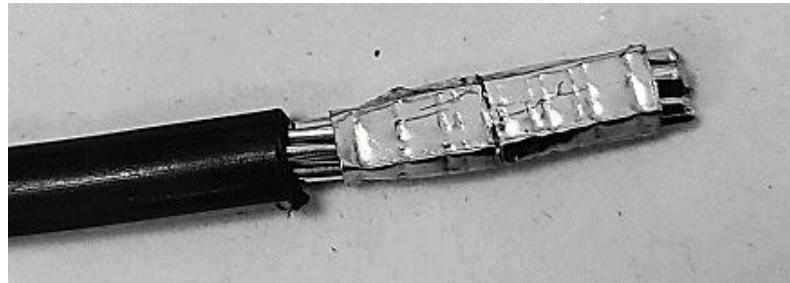

Рисунок 19 - Пример обжатия многожильного провода
4.3.5 Зачищенный конец многожильного провода обжать наконечником (рисунок 19). Рекомендуемая форма обжатия – квадрат или прямоугольник, рекомендуемый инструмент для обжатия – кримпер. Максимально допустимое сечение токоведущей части провода: до 25 мм^2 .